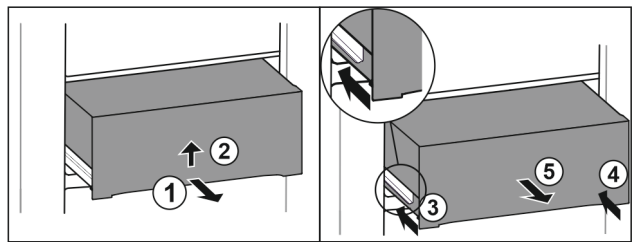

Fig. 50
- ▶ Витягніть ящик на половину. Fig. 50 (1)
- ▶ Підняти висувний ящик за нижній бік. Fig. 50 (2)
- ▶ Вставити ліву рейку. Fig. 50 (3)
- ▶ Вставити праву рейку. Fig. 50 (4)
- ▶ Вийняти висувний ящик рухом вперед. Fig. 50 (5)